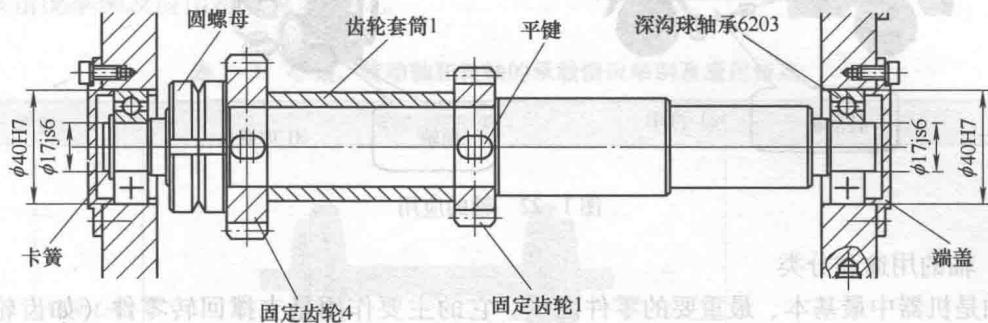

图1-21 固定轴2的装配图
通过子任务一，完成了THMDZT-1型机械装调技术综合实训装置变速箱的拆卸。为了快速恢复生产，准备用备用齿轮和轴承重新组装该变速箱。其装配顺序要遵循由内到外、由下到上的原则。从该变速箱的装配图看，最下面的一根轴是固定轴2，因此本次工作任务是固定轴2（见图1-21）的装配与调整。
- 问题2：根据承载情况的不同，直轴分为哪几类？固定轴2（见图1-21）属于哪类轴？
- 问题3：轴上零件的轴向固定方法有哪几种？固定齿轮4（见图1-21）的轴向是怎样固定的？
- 问题4：轴上零件的周向固定方法有哪几种？固定齿轮4（见图1-21）的周向是怎样固定的？
- 问题6：固定轴2（见图1-21）由哪几种零件组成？说出每种零件的数量。
- 问题7：找出装配固定轴2（见图1-21）所能用到的工、量具。